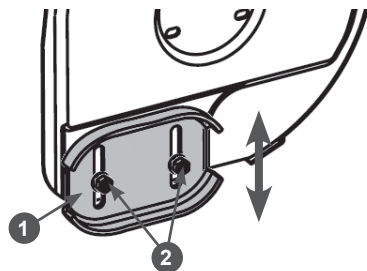

Рис. 29 Регулировка высоты забора снега
2. Открутите гайки 2 крепления полозья 1 на 1-2 оборота и установите полозья на необходимую высоту (Рис. 29). Снова затяните гайки.